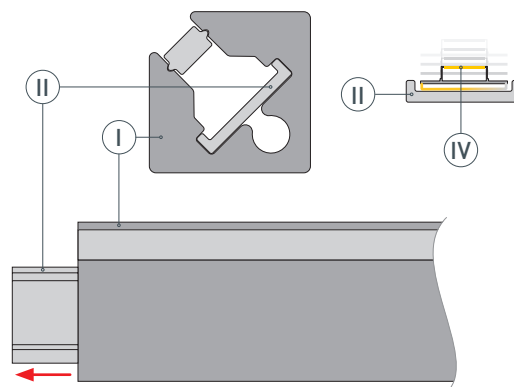

Рис. 1. Извлечение выдвижной пластины (❷) из профиля (❶), вид сверху
❶		Профиль	❷		Выдвижная пластина
❸		Экран	❹		Светодиодная лента
❺		Заглушка
❻		Держатель
- 1 / Закрепите держатели (❷) на поверхности и выведите наружу кабель от блока питания светодиодной ленты.
- 2 / Извлеките выдвижную пластину (❷) из профиля (❶), как показано на рис. 1.